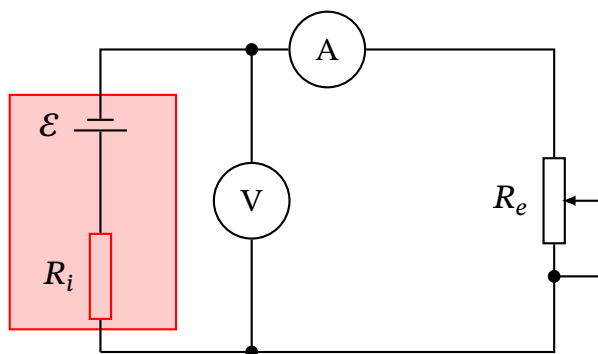

Рис. 4. Послідовне з'єднання елементів
1. Збираємо вимірювальну схему згідно (рис. 4). В якості змінного резистора  $R_e$  використовуємо 100-омний реостат. Для зручності змінюємо струм  $I$  з кроком 0.1 А. Вихідну напругу вимірюємо високоомним цифровим вольтметром.